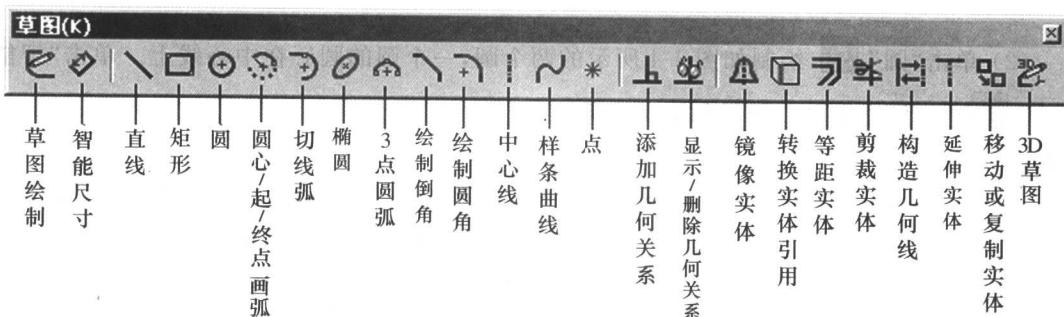

图 1-1 草图绘制工具栏
- (1) 单击“草图绘制”工具栏上的“草图绘制”,或选择【插入】|【草图绘制】菜单。
- (2) 这时会出现一个“草图绘制”工具栏(图 1-1)。